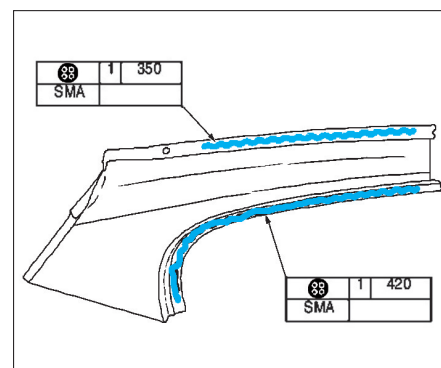

FIG. 147
- Encoller le panneau latéral (fig. 147).